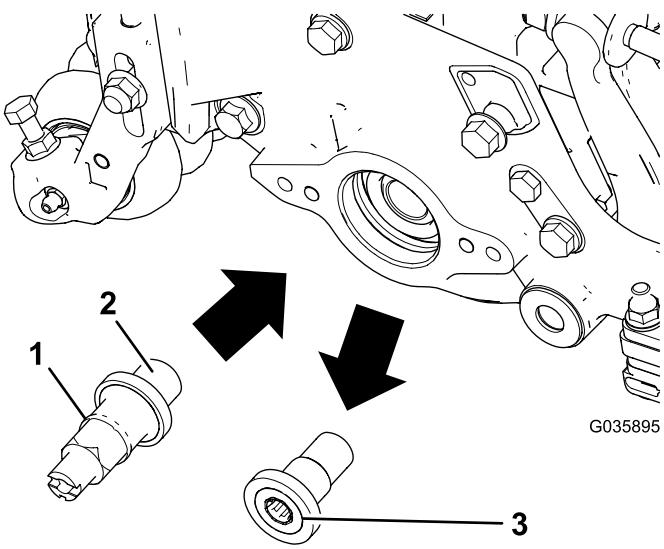

図 2
8. 駆動シャフトのねじ山 **図 2** にロクタイト242青を塗り、駆動シャフトを取り付けてトルク締めする 115-128 N·m 12-13 kg.m = 85-95 ft-lbs。
6. トロの駆動シャフト用工具 P/N Tor4112 を使ってカッティングユニットについている後ローラブラシ駆動部用のねじ付きインサート **図 2** を外して捨てる。